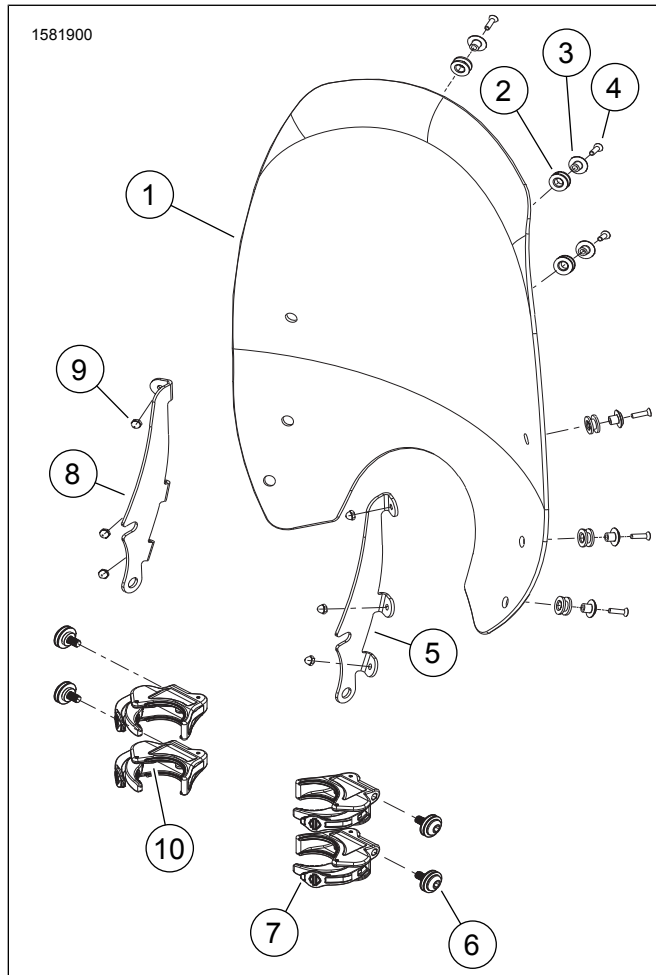
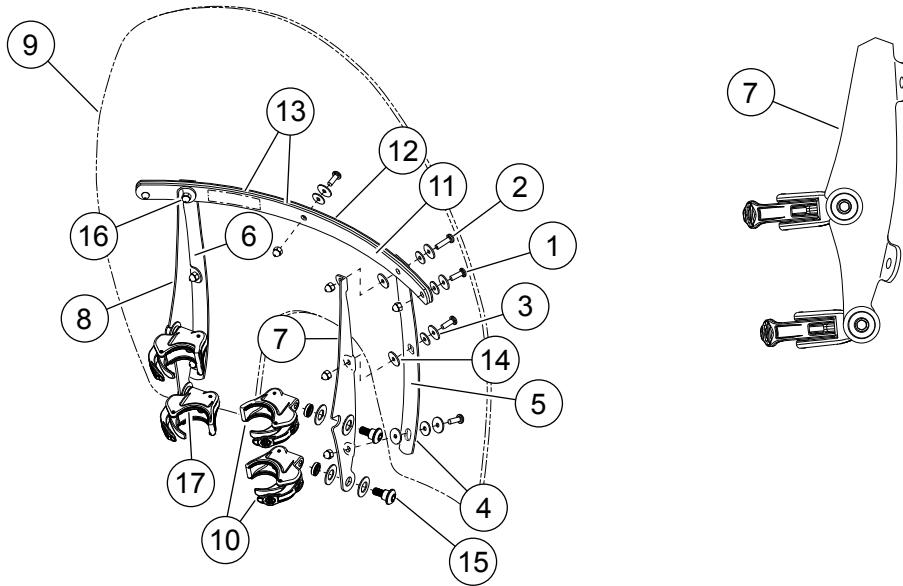

Abbildung 3. Ersatzteile: Abnehmbare Super Sport (57400323, 57400334) Windschutzscheibensätze mit Schnellfreigabe
Abbildung 4. Ersatzteile: Sätze 57400326, 57400327, 57400331, 57400333, 57400336, 57400337
Satz-Nr. 57400323, 57400334: Siehe Abbildung 3 und Tabelle 1
Sätze 57400326, 57400327, 57400331, 57400333, 57400336, 57400337: Siehe Abbildung 4 und Tabelle 2
2. Siehe Abbildung 3 und Tabelle 1 oder Abbildung 4 und Tabelle 2 Die Schellen- und Befestigungsteilesätze aus der Verpackung nehmen und ähnliche Teile zur Vorbereitung des Zusammenbaus in Gruppen zusammenfassen.